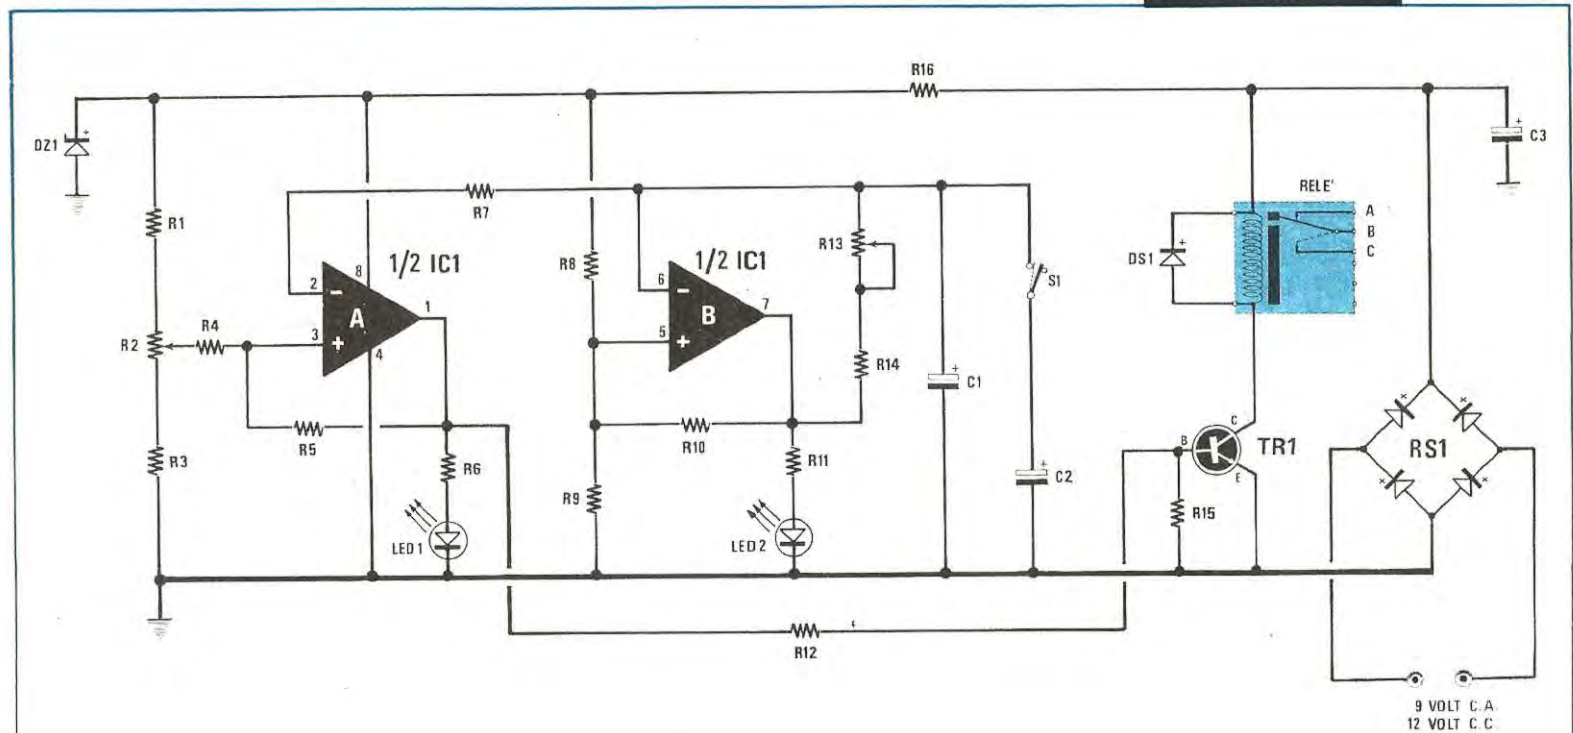

Fig. 1 Schema elettrico del temporizzatore ciclico.
Lo schema elettrico del circuito è visibile in fig. 1. La realizzazione si avvale di un integrato MC1458 (che in pratica è composto da due uA741 racchiusi in un unico involucro) e di un transistor di media potenza TR1 2N1711 (o BC340) (vedi fig. 2).
I due uA741, contraddistinti sullo schema elettrico di fig. 1 dalle lettere A e B, vengono rispettivamente utilizzati come comparatore (A) e come generatore (B) di un'onda triangolare, la cui frequenza sarà determinata dal valore della capacità C1 e dalla resistenza del potenziometro R13.